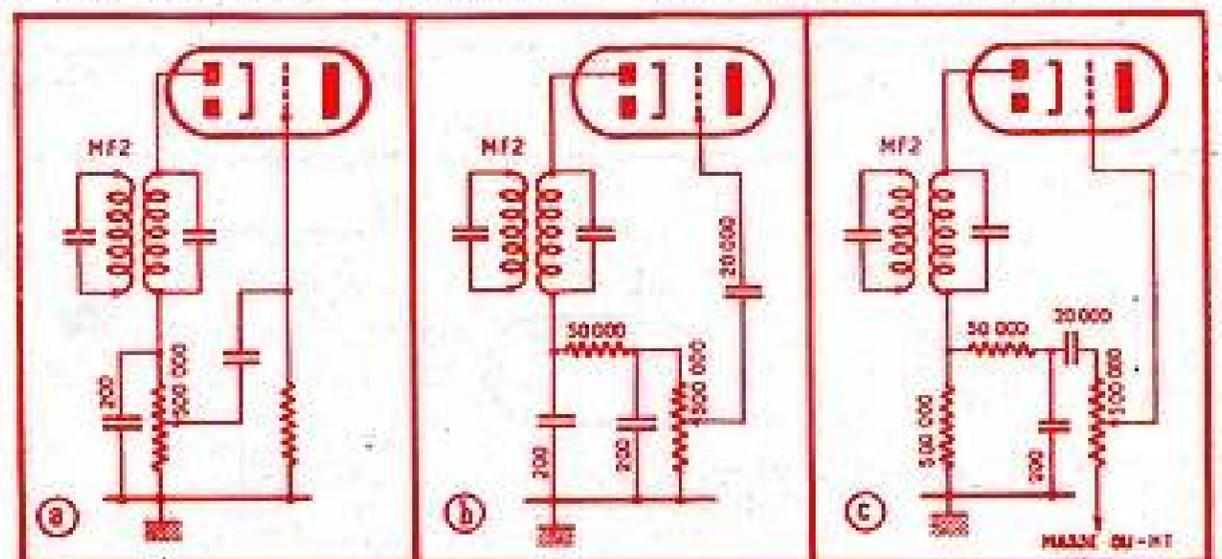

Fig. 3. — a) Détection sans filtre, b) et c) avec filtre.
2. — Dans l'étage changeur de fréquence, équipé d'une 24, et dont le schéma sommaire est donné par la figure 3 a, remplacer la bobine d'arrêt BA par une résistance de 40 000 ohms, 1/2 watt, et modifier les tensions d'alimentation suivant le schéma 3 b.